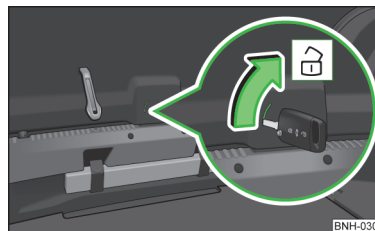

Fig. 140 Descuierea de urgență a capotei portbagajului
- Introduceți cheia în fanta din capitonaj, până la capăt » fig. 140.